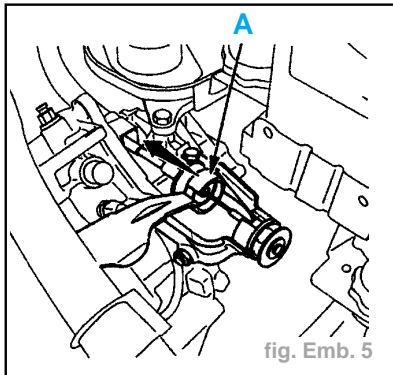

fig. Emb. 5
- Déplacer le levier de débrayage de la boîte de vitesses vers l'arrière du véhicule (sens de la flèche) en appliquant un effort en (A). (fig. Emb. 5).